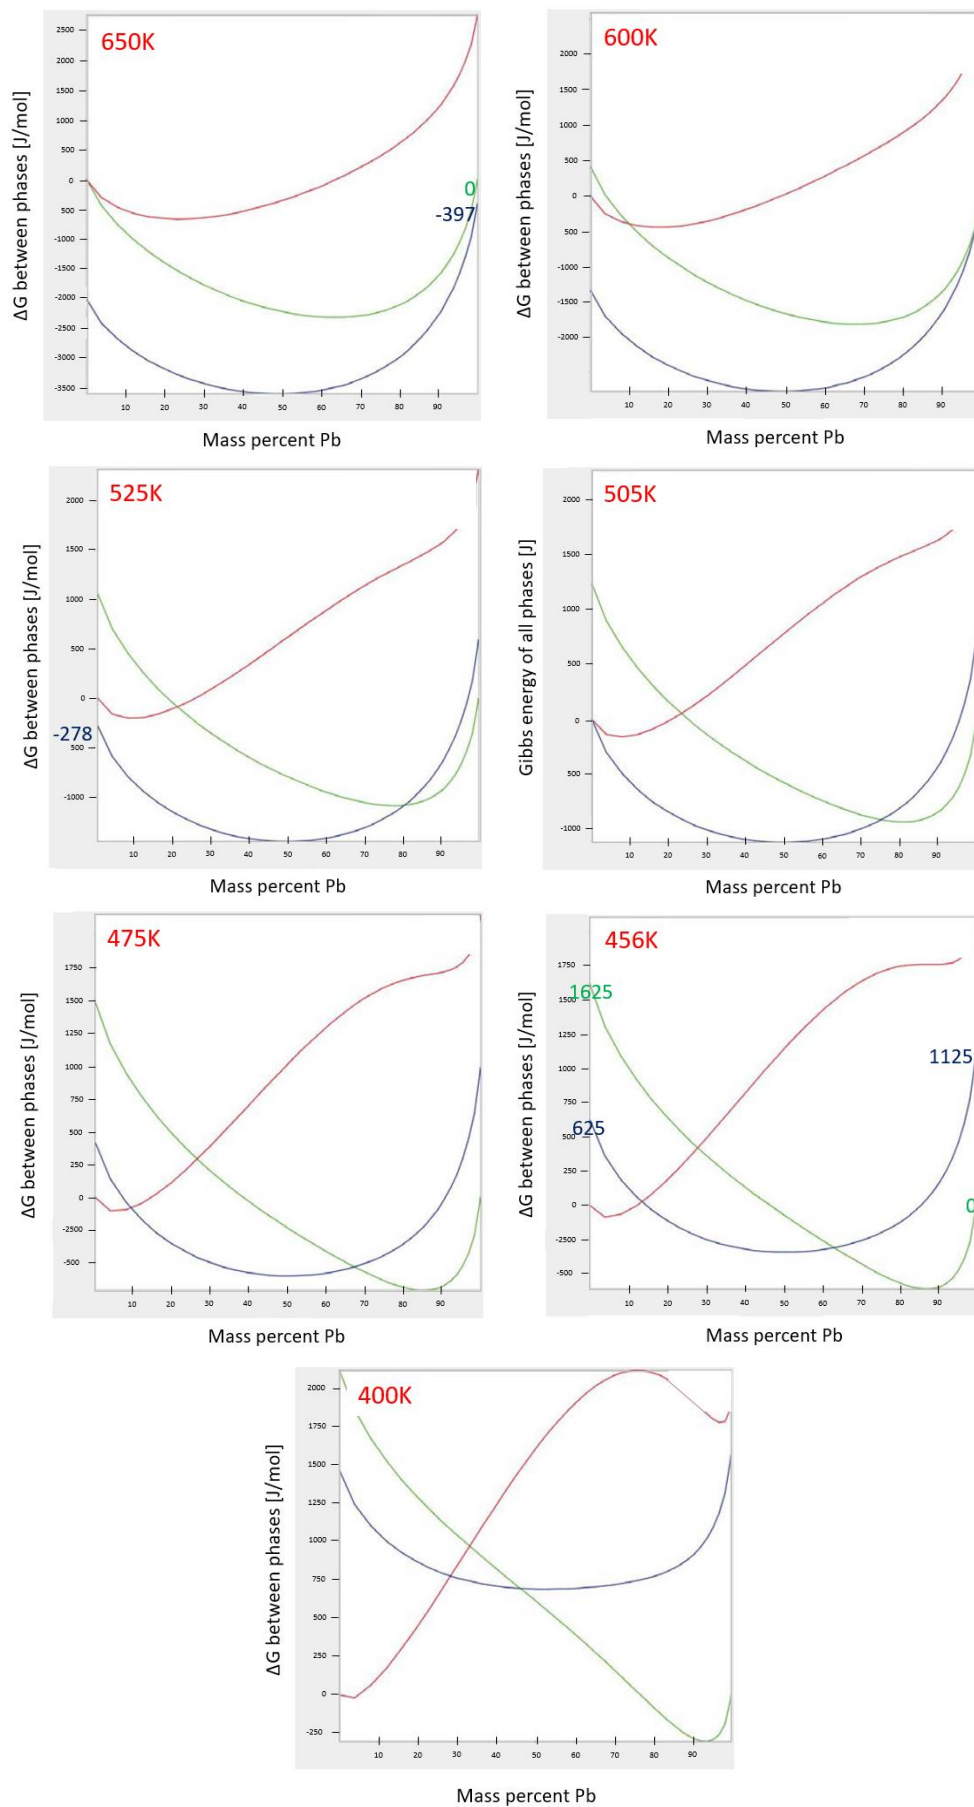

Fig. 1
- a) Tracer à la règle le diagramme de phases composition-température du système étain-plomb (Sn-Pb) en utilisant les courbes d'énergie de libre de Gibbs données en figure 1 (page suivante).
Déterminer pour l'étain et pour le plomb la variation d'entropie molaire de fusion, $\Delta S_{m,Sn}^{s \rightarrow liq}$ et $\Delta S_{m,Pb}^{s \rightarrow liq}$, ainsi que les chaleurs latentes de fusion, $L_{m,Sn}$ et $L_{m,Pb}$, en utilisant la Figure 1.